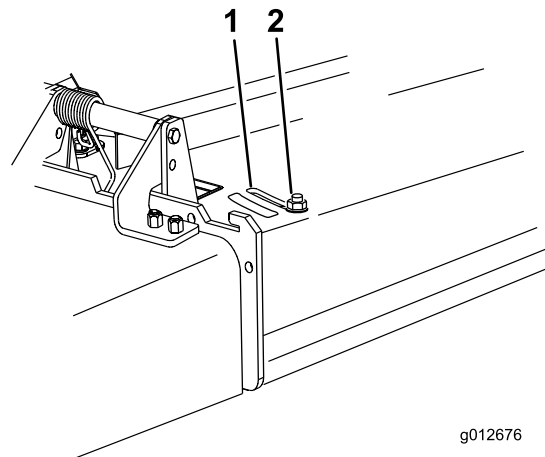

Рисунок 17
- Для регулировки перегородки ослабьте гайку (Рисунок 17).